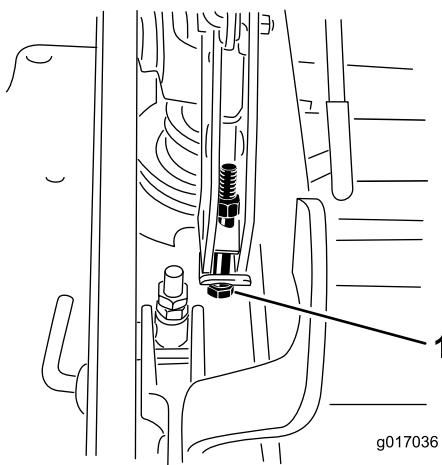

Figura 89
13. Si la carcasa está demasiado baja, apriete el perno del ajuste de un solo punto girándolo en el sentido de las agujas del reloj. Si la carcasa está demasiado alta, afloje el perno del ajuste de un solo punto girándolo en el sentido contrario a las agujas del reloj (Figura 89).